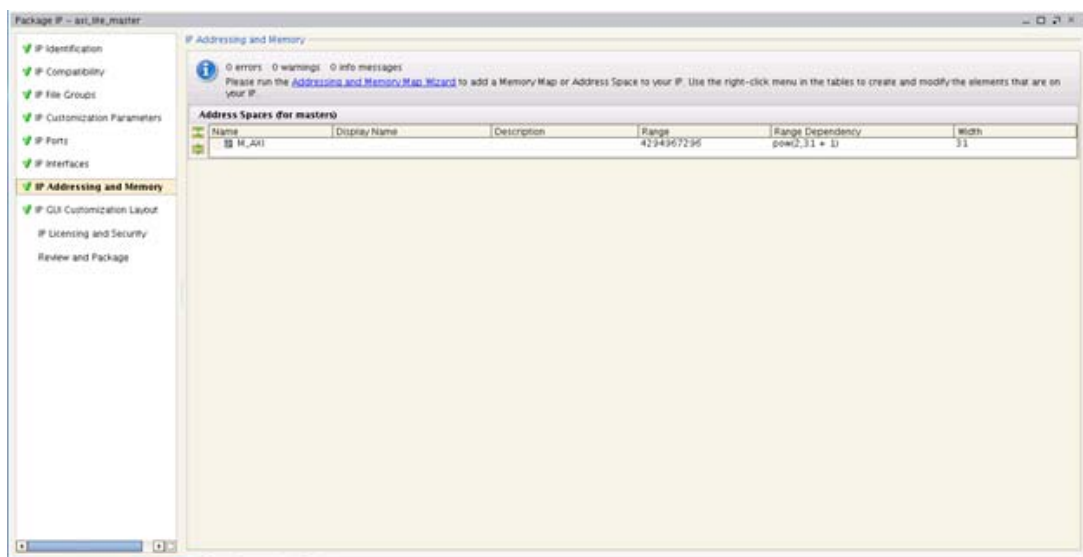

図 18 : AXI4-Lite マスターの [IP Addressing and Memory] ページ
2. [IP Addressing and Memory] をクリックします。AXI4-Lite マスター IP は最大 4G バイトのアドレスにアクセスできます。この値は図 18 の [Range] フィールドに表示されます。